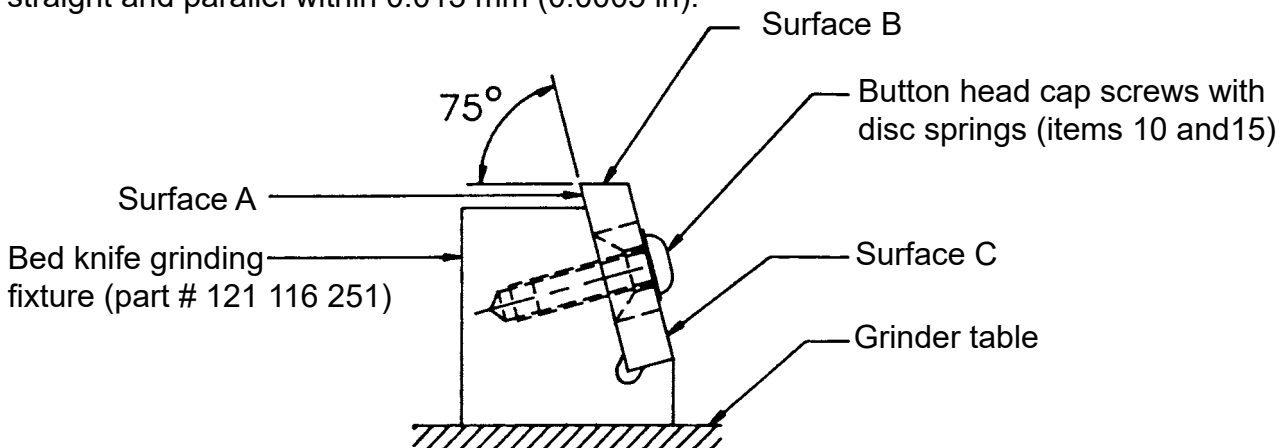

FIG.3
Lösen Sie die verbleibenden sechs (6), das Lochblech sichernden Stellschrauben am Unterteil (Abb. 20). Drehen Sie die Stellschrauben nur soweit heraus, dass sich das Lochblech (Abb. 21) lösen lässt. Entfernen Sie das Lochblech (Abb. 3), indem Sie es aus seiner Nut drehen. Lässt sich das Lochblech nicht drehen, und/oder klemmt Abfallmaterial in der Nut, klopfen Sie vorsichtig mit einem weichen Messing-, oder harten Holzdübel entlang der Seiten des Lochblechs, um es zu lösen.
Remove nicks in cutting edge by uniformly grinding surfaces A and/or B (FIG. 3.), removing as little material as necessary. Surface A may be ground by fixing the knife flat to the grinding table (surfaces A and C must remain parallel on the finished knife). Grind surface B by fixing bed knife in an angled vise or the fixture (part # 121 116 251). Grind knife flat, straight and parallel within 0.013 mm (0.0005 in).